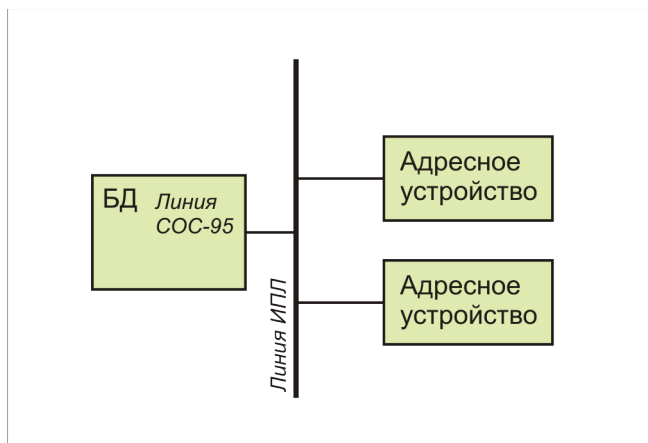

Рисунок 5.2 – Автономное электропитание БД
- электропитание БД от встроенной аккумуляторной батареи, когда в ИПЛ нет источника напряжения, в этом случае питание всех устройств осуществляется от БД (см. рисунок 5.2).